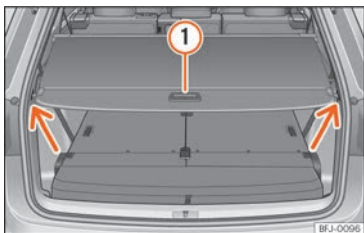

Abb. 115 Im Gepäckraum: Gepäckraumabdeckung geschlossen.
- Abdeckung am Griff » Abb. 115 ① etwas nach hinten ziehen und nach oben aus der Halterung (Pfeile) nehmen. Abdeckung vorsichtig von Hand nach vorne führen.